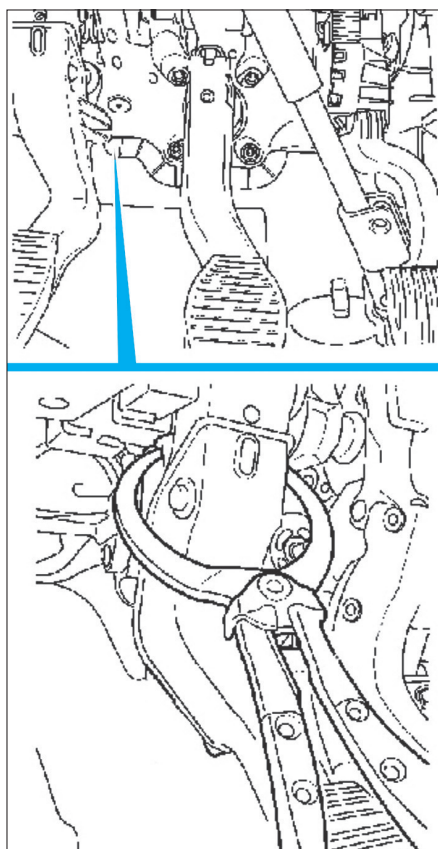

Fig. 6
- Séparer l'émetteur d'embrayage de la pédale d'embrayage (Fig.6).